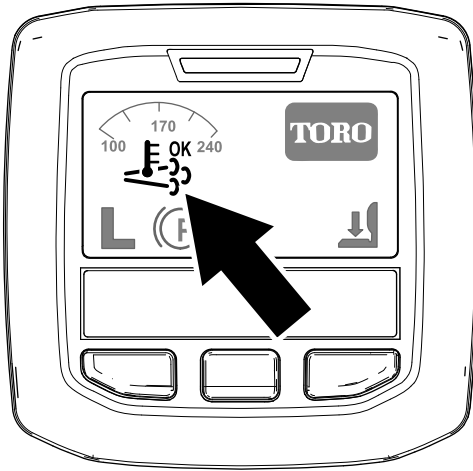

Figure 33
- L'icône de régénération assistée/réinitialisée s'affiche dans l'InfoCenter (Figure 33).